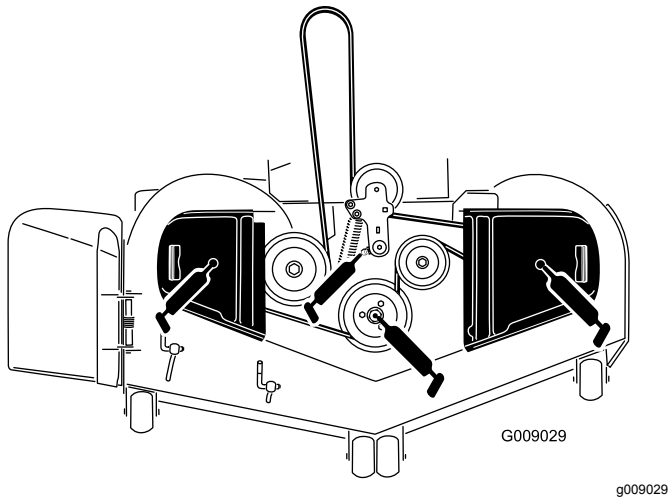

Bild 48
3. Fetten Sie den Drehzapfen der Mähwerkspannscheibe ein, bis Fett unten austritt (Bild 48).
4. Falls Ihre Maschine einfettbare Spindeln hat, fetten Sie die drei Spindellager ein, bis das Fett aus den unteren Dichtungen austritt (Bild 48).